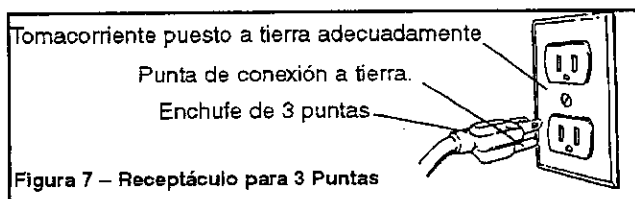

Figura 7 – Receptáculo para 3 Puntas
- A fin de protegerlo contra una descarga eléctrica, esta herramienta está equipada con un cable de tres conductores aprobado y clasificado para 150 V, así como con un enchufe de tres clavijas tipo conexión a tierra (Figura 7).
- El enchufe de conexión a tierra deberá conectarse directamente a un receptáculo para 3 clavijas debidamente instalado y conectado a tierra, tal como se muestra (Figura 7).
La lijadora viene con el motor y el cableado instalados. La Figura 7 muestra el diagrama del cableado eléctrico.